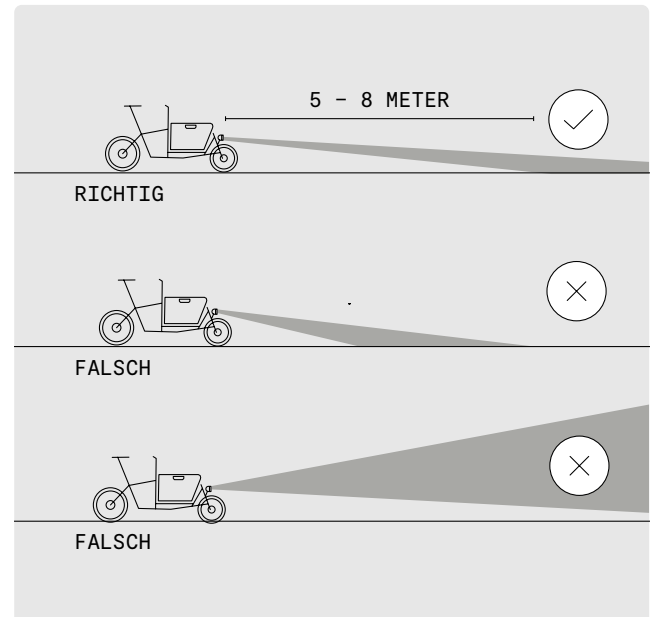

ABB. 51
→ Achten Sie darauf, dass die Leuchte niemals so geneigt ist, dass Sie nach oben leuchtet. (Abb. 51)
- 2 Richten Sie die Leuchte so aus, dass der Lichtkegel im Bereich 5–8 m vor dem Vorderrad auf den Boden trifft (Abb. 51).